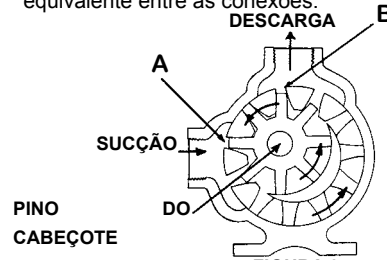

FIGURA 3
- Sucção/Descarga** - a rotação do eixo determina qual conexão é de sucção e qual conexão é de descarga. A **Figura 3** mostra como a rotação determina o que cada conexão representa; à medida que os "dentes" das engrenagens saem da malha, ponto "A" na **Figura 3**, o líquido é levado à conexão de sucção; à medida que as engrenagens entram na malha, ponto "B",